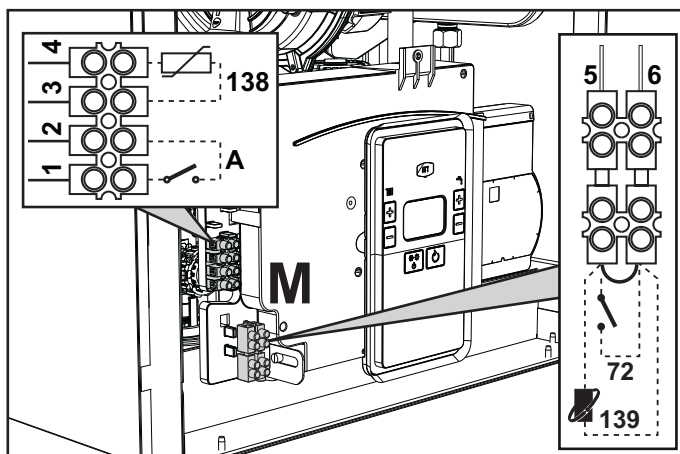
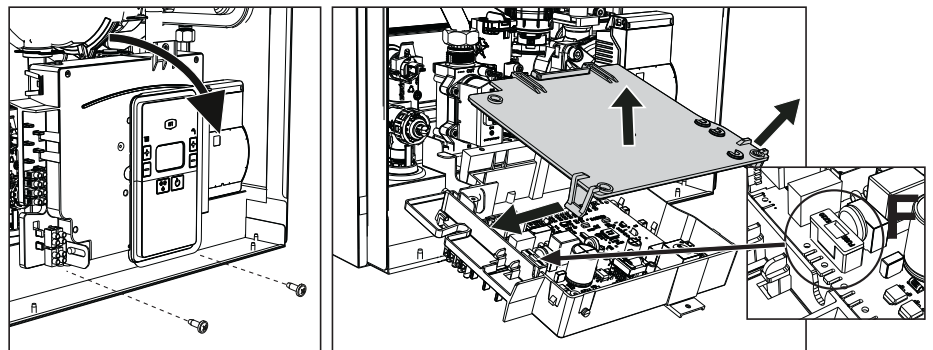

рис. 18
рис. 19
После снятия передней панели (*** 'Открытие передней панели' on page 214 ***) можно получить доступ к клеммным колодкам (М) и предохранителю (F), действуя согласно нижеприведенным указаниям (рис. 18 и рис. 19). Клеммы, указанные на рис. 18, должны иметь чистые контакты (не 230В). Расположение зажимов и их назначение показаны также на электрической схеме на рис. 45.
Конфигурация выключателя ON/OFF (А рис. 19)